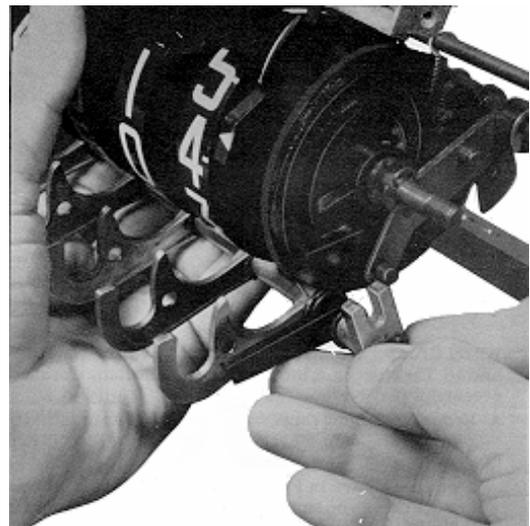

Figura 8. Desmontaje conjunto perno de puesta a cero.
b. Liberar los pernos de puesta a cero y el trinquete antirretroceso de tambores. Ver figura 8. Quitar el conjunto. Ver párrafo C, 2 relativo al cambio de piezas.